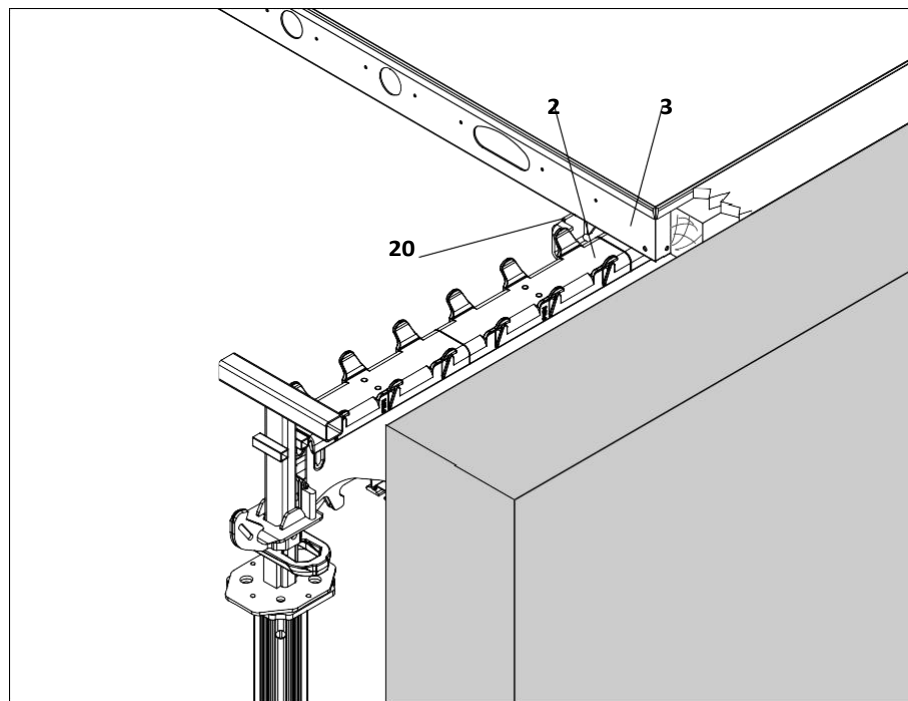
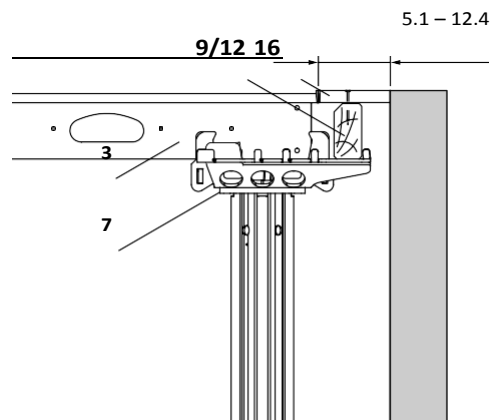

Fig. A5.35
Fig. A5.36
2. Заковете гредата SPH (12) или друга (13) на max. 6 cm на панела. (Fig. A5.35) Завийте с винтове SPH (12) или друга (13) на max. 6 cm на панела. (Fig. A5.36)
3. Монтирайте шперплата (16) и го заковете с пирони.
1. Монтирайте комб. глава SCK (7) с конзолата по посока на изкърпането.
2. Монтирайте панела (3).
3. Монтирайте челната греда SRT-2 (9) или гредата SPH (12) в комбинираната глава (7).
4. Монтирайте шперплата (16) и го заковете. (Fig. A5.36)